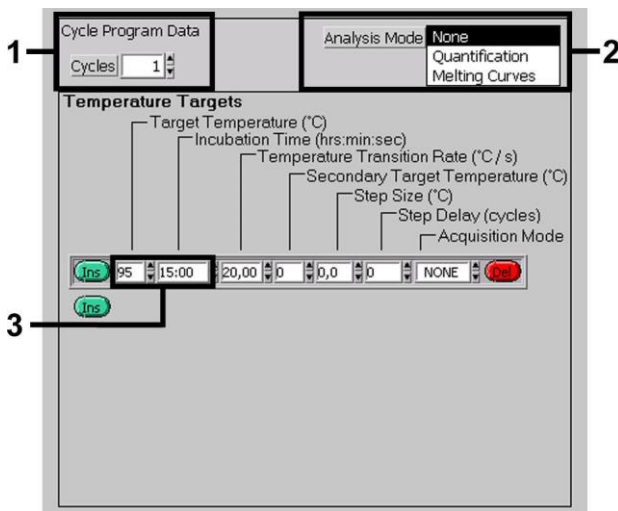

Fig. 3: Activación inicial de la enzima Hot Start.
Para la detección del ADN de *Borrelia* cree un perfil de temperatura en el sistema *LightCycler 1.1/1.2/1.5* con estos tres pasos según las Fig. 3 - 5.
- A. Activación inicial de la enzima Hot Start Fig. 3